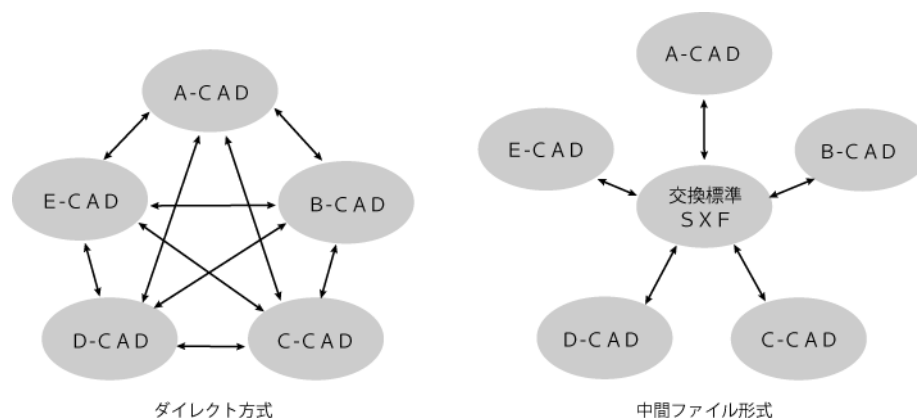

図 3-1 ダイレクト方式と中間ファイル形式
- 公共事業の電子納品には、特定の CAD に依存しない中間ファイル形式が必要（図 3-1 参照）